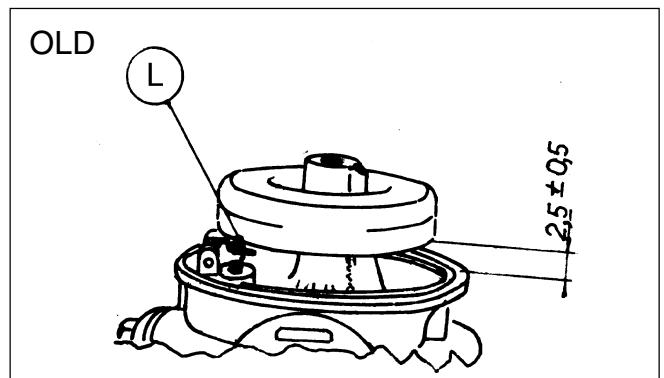

Fig. 16
- Contrôler le niveau du flotteur comme suit: retourner le corps du carburateur avec le flotteur monté et contrôler le jeu entre le corps et le flotteur du côté opposé à l'articulation. Le jeu devrait être de 3/32" (2,5 mm +/- 0,5) (voir Fig. 16).
**ATTENTION** - il existe en production des flotteurs en plastique avec lesquels il n'est pas possible de régler le niveau. Si la mesure de la Fig. 16 n'est pas respectée, il faut remplacer le flotteur.